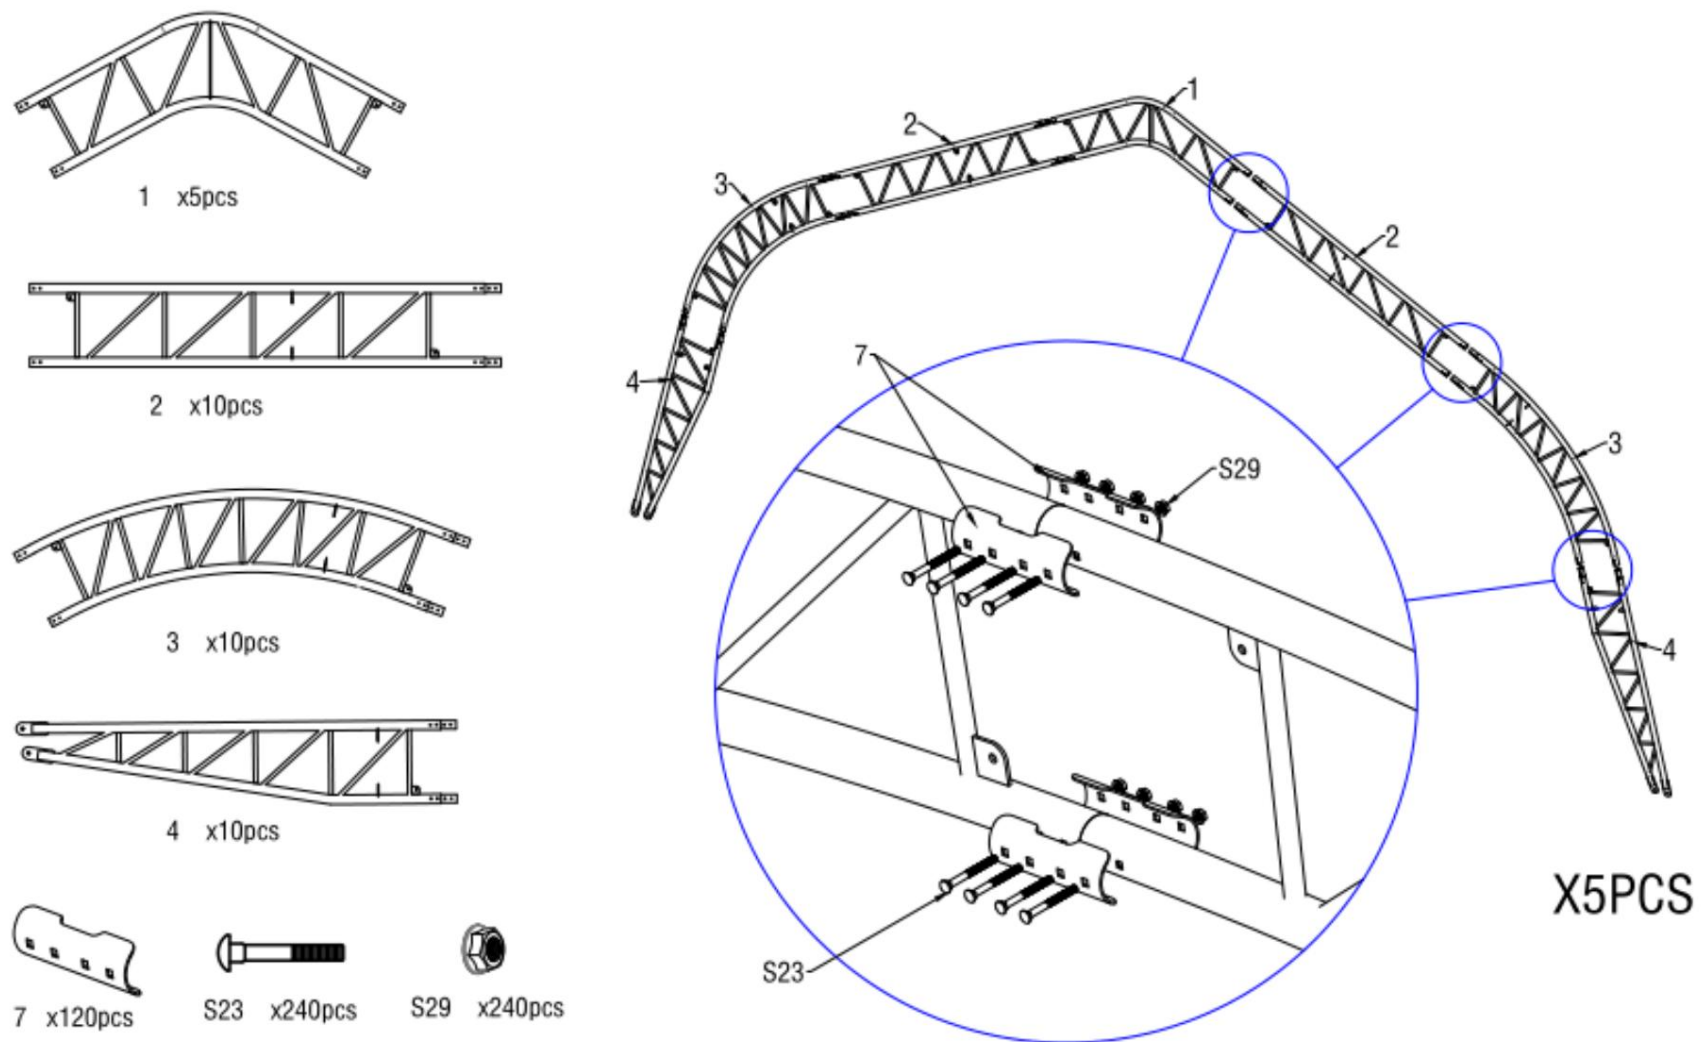

Figure 4
2. Comme illustré à la figure 4, repérez un tube de toit supérieur (n° 1), deux tubes courbés supérieurs (n° 2), deux tubes courbés centraux (n° 3) et deux tubes courbés inférieurs (n° 4). Assemblez chaque arceau avec une vis M8x80 (n° S23). N'installez PAS la vis sur le dessus de la ferme, là où reposera la toile.
Remarque : le tube de toit supérieur, le tube de courbure de toit et le tube de courbure inférieur (n° 1A, 2A, 3A et 4A) qui sont soudés avec des plaques d'acier pour les portes avant et arrière sont différents de l'arche centrale. (Figure 4)